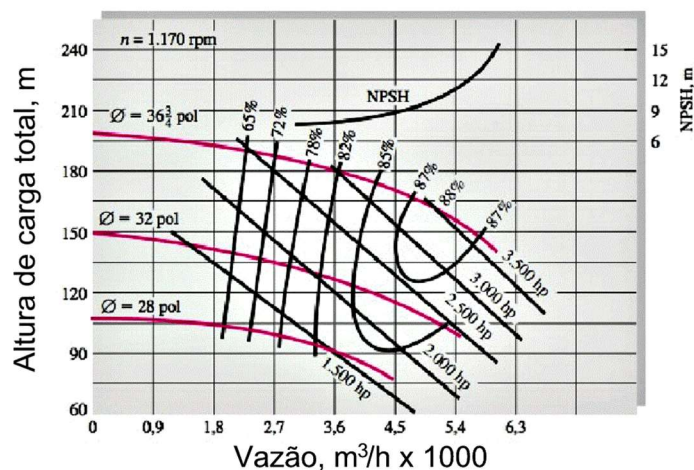

Figura 1. Curvas de desempenho de bombas centrífugas.
9. Propõe-se utilizar uma bomba de  $36\frac{3}{4}$  in e outra de 32 in (mapa na Figura 1), em paralelo para fornecer água a  $45 \text{ }^\circ\text{C}$ . A curva do sistema é  $H_s = 15,24 + 0,07Q^2$ , com Q em  $\text{m}^3/\text{min}$ .
10. Duas bombas de 38 in da Figura 1 são associadas em paralelo para o sistema da Figura 2. Despreze as perdas localizadas. Para a água a 40°C, calcule a vazão e a potência necessária se a) ambas as bombas estiverem funcionando e, b) uma bomba estiver desligada e isolada. Obter as respostas no S.I.